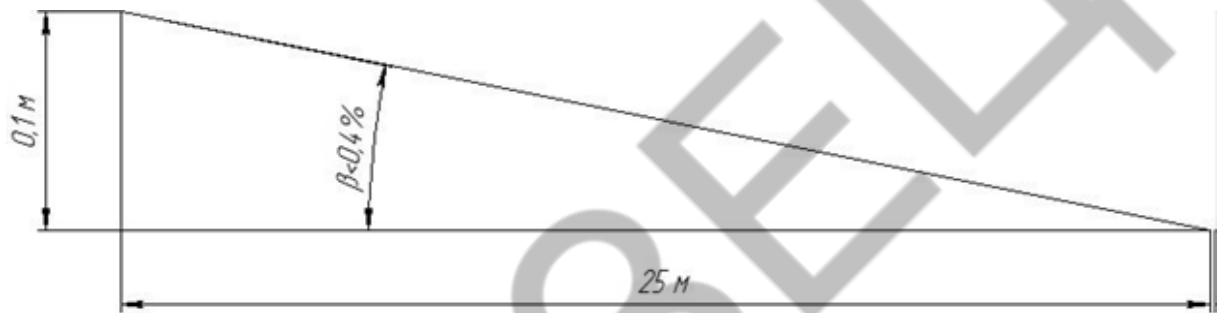

Рисунок 2
18.3 Монтаж оборудования должен производиться на поверхность площадки, уклон которой не превышает угла β , в противном случае выполнить установку изделий, согласно схеме монтажа, с указанными заглублениями, будет невозможно (рисунок 2).